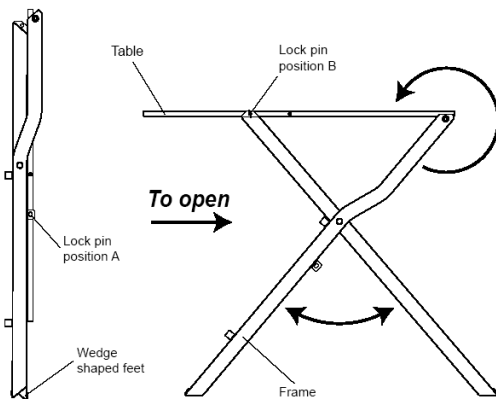

figure 6
1. Positionnez le support à la verticale de manière à ce que les pieds en biseau touchent le sol. **Voir à ce sujet la figure 6.**
2. Sortez les tiges de blocage de la position A et ouvrez le cadre pour former un X. **(Voir la figure 6)**
3. Dépliez la table et engagez les tiges de blocage en position B. **(Voir la figure 6)**